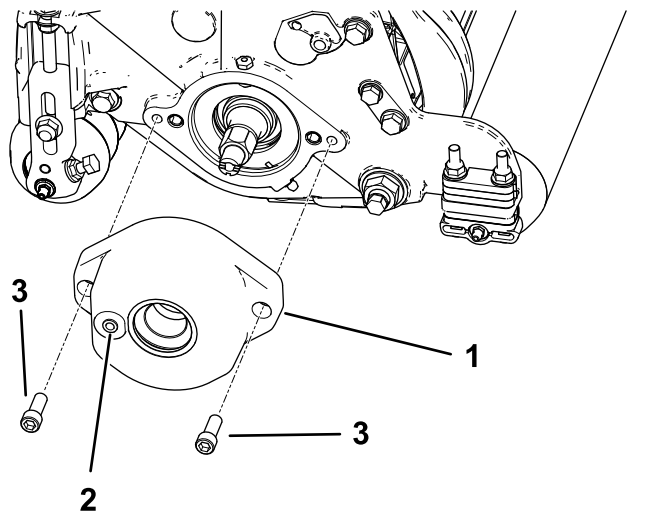

図4
2. モデル 03408 ローラブラシハウジングをリールベアリングハウジングに取り付ける六角ソケットボルト $\frac{3}{8}$ x 1 インチ2本を使用 図4を参照。